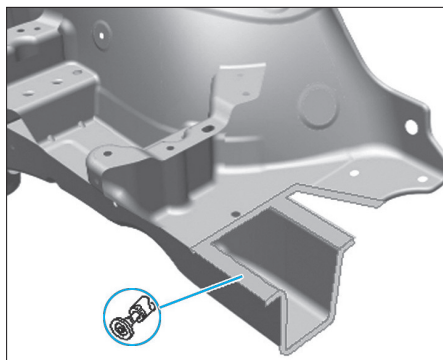

FIG. 21
- Préparer les zones d'accostage, éliminer entièrement les restes de colle et poncer à nu les surfaces de collage (Fig.21).